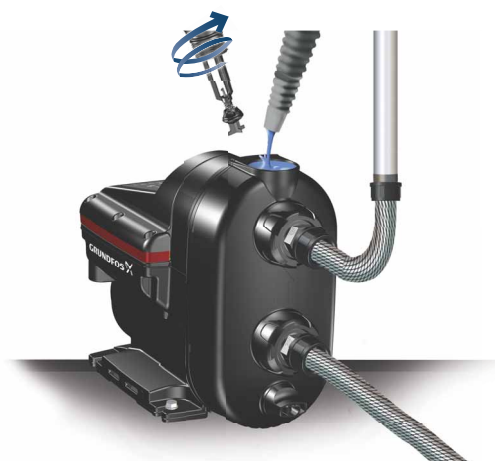

Fig. 9 Realizar a ferragem da bomba
1. Desaperte o bujão de ferragem e verta, no mínimo, 1,7 litros (0,45 galões) de água no corpo da bomba. Consulte a fig. 9.